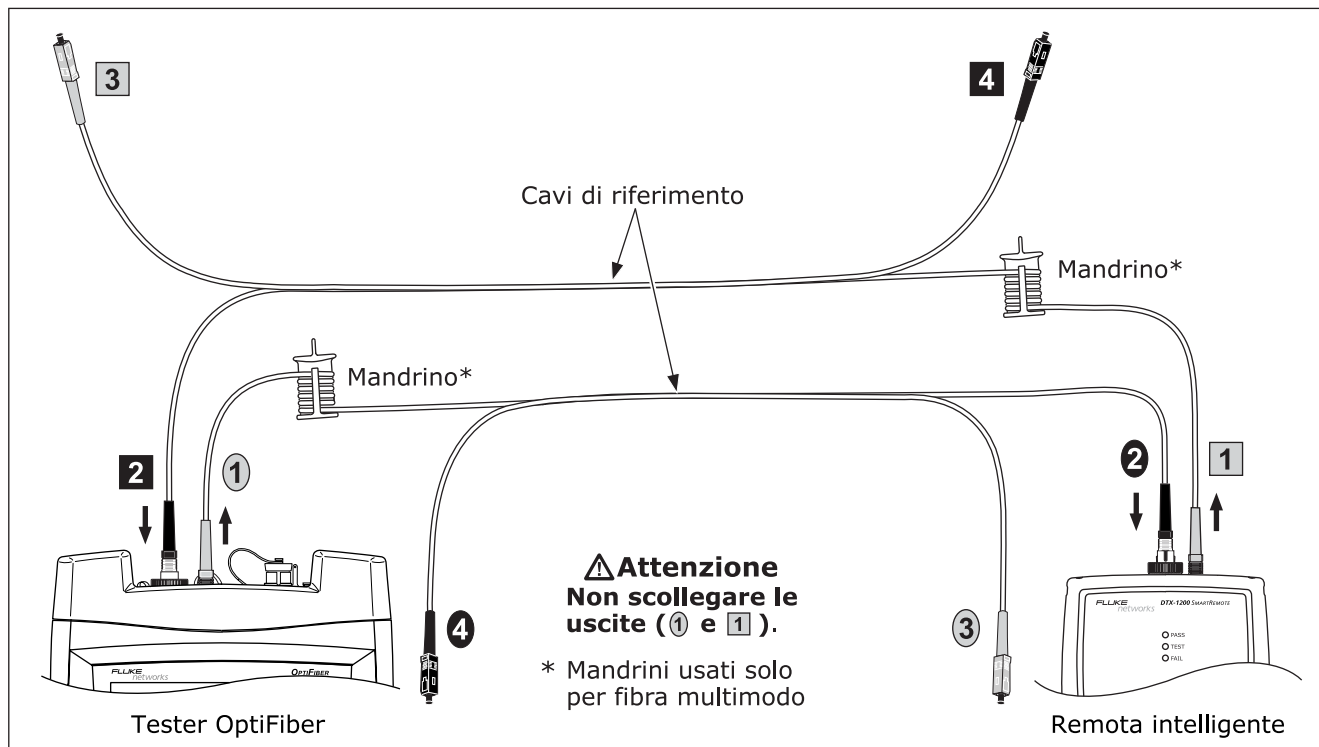

Figura 25. Connessioni per il riferimento in modalità Remota intelligente
- 8 Collegare i cavi di riferimento come mostrato sullo schermo e nella figura 25; quindi premere .